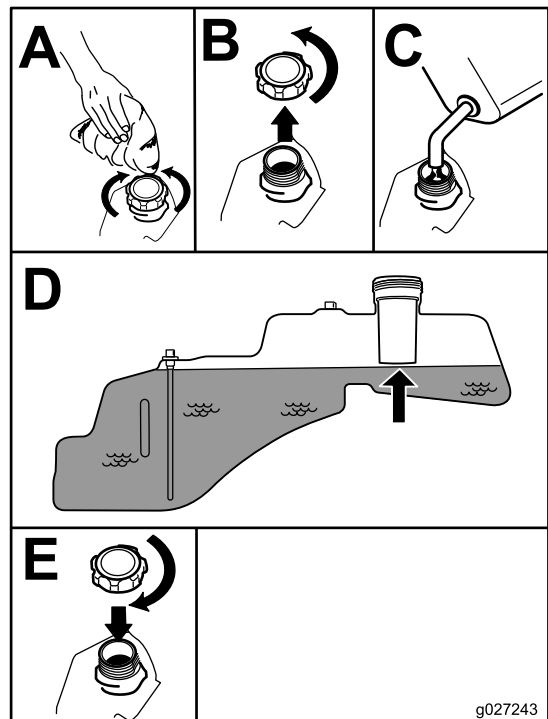

Bild 7
**Hinweis:** Sie können auf der Benzinuhr den Benzinstand ablesen, bevor Sie den Tank füllen (Bild 7).